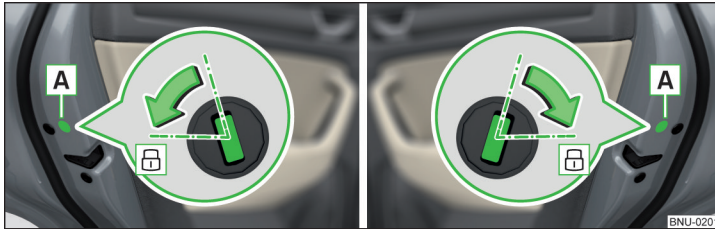

Abb. 344 Tür links/Tür rechts
- › Bei Fahrzeugen mit der Blende **A** diese Blende entfernen » Abb. 344.